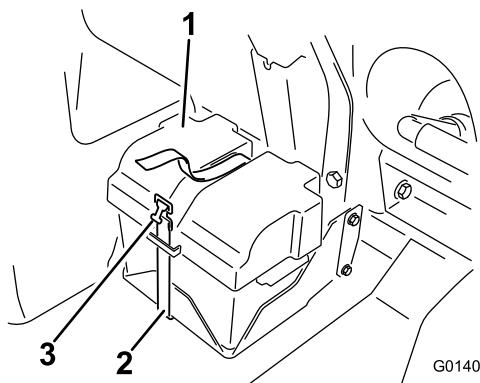

图 94
2. 拆下电池盖从电池电极上断开负极黑色接地线图 94。
4. 安装电池盖使用之前拆下的簧带将盖子簧紧图 94。